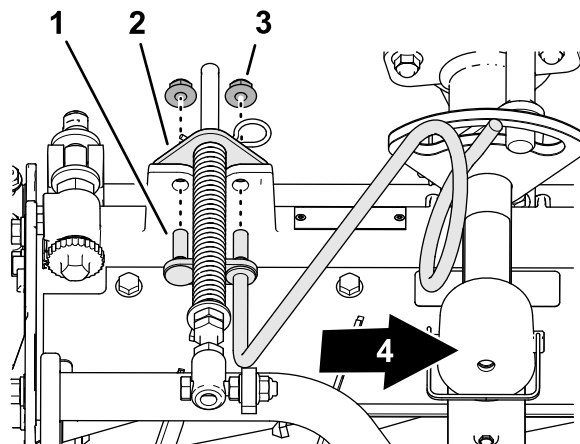

Figure 15
3. Placez les goujons du guide-flexible droit en face des trous du cadre de l'unité de coupe et du support du compensateur (Figure 15).